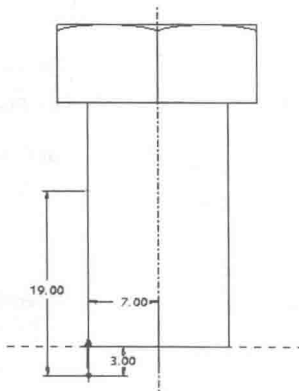

图 1-28
- (1) 单击菜单 Insert→Helical Sweep→Cut 命令, 打开 ATTRIBUTES 菜单。
- (2) 选择 Constant、Thru Axis、Right Handed 命令, 然后单击 Done 命令。
- (3) 选择 RIGHT 基准面为草绘平面, 接受系统默认的视图方向和参考面。
- (4) 绘制旋转中心线和一条直线轨迹, 如图 1-28 所示。